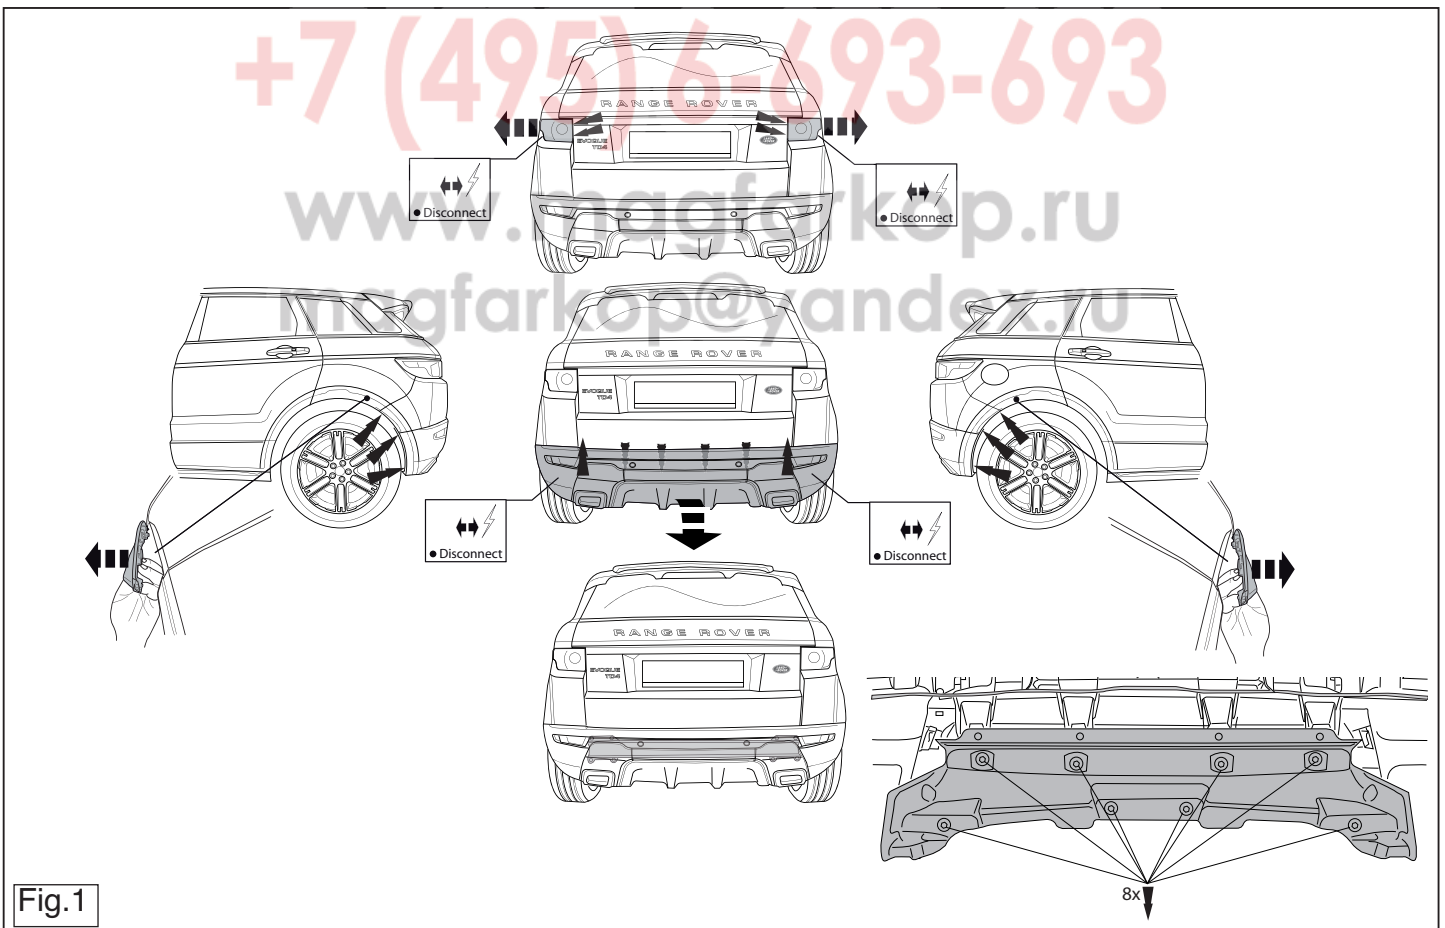

Fig.1
1. Demonteer de achterlicht units (zie fig. 1).
2. Demonteer de bumper. (zie fig. 1).
6. Demonteer het hitteschild uit de bumper. (zie fig. 1)
1. Die Rücklichter abmontieren. (siehe Fig. 1).
2. Die Stoßstange abmontieren. (siehe Fig. 1).
6. Entfernen Sie den Hitzeschild von der Stoßstange. (siehe Fig. 1)
1. Демонтировать фары (см. рисунок 1).
2. Демонтировать фары (см. рисунок 1).
3. Демонтировать фары (см. рисунок 1).
4. Фиксировать фары (см. рисунок 1).
1. Снять оба блока задних фар. (См. рисунок 1)
2. Снять багнер. (См. рисунок 1)
6. Снять теплозащитный экран с внутренней поверхности багнера. (См. рисунок 1)
1. Demontera bakljusmodulerna. (se fig. 1).
2. Demontera stötfångaren. (se fig. 1).
6. Ta bort värmeskölden från stötfångaren. (voir la fig. 1)